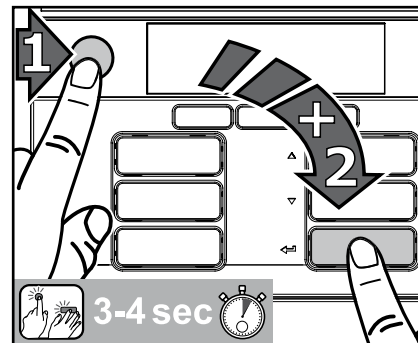

Fig. 31
1. Tryk først på STOP-knappen og så på enter-knappen ◀ og hold dem nede samtidig i 3-4 sekunder for at komme ind i rengøringsmodus (fig. 31).